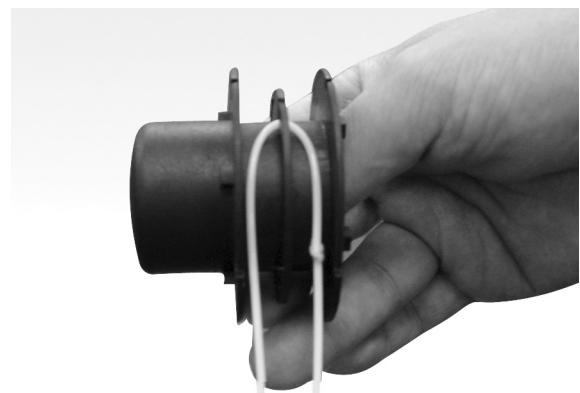

Fig. 20
4. Utilice un fil de reemplazo de 0,065", de una longitud de alrededor de 14'. Plegue el fil en dos y coloque la bucle resultante dentro del orificio del divisor de bobina. (Fig. 20)